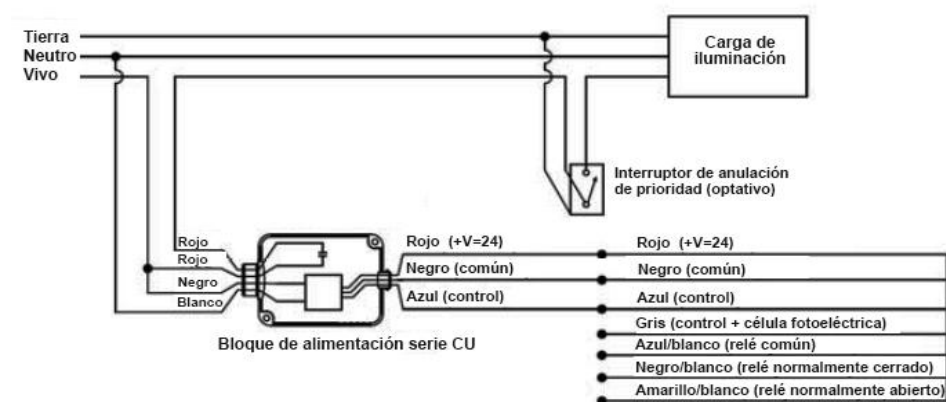

FIG. 3
INSTALACIÓN DE LOS DETECTORES Fig. 3
- 3. Pasar un cable de baja tensión de 3 conductores (de 18 a 22 AWG de tipo CL2, CL2P, CL2PR, o CMR, según corresponda) del dispositivo de control a la ubicación del sensor o sensores según la Fig. 3. La longitud máxima de cable entre el módulo de control y el sensor más alejado es de 76 metros.